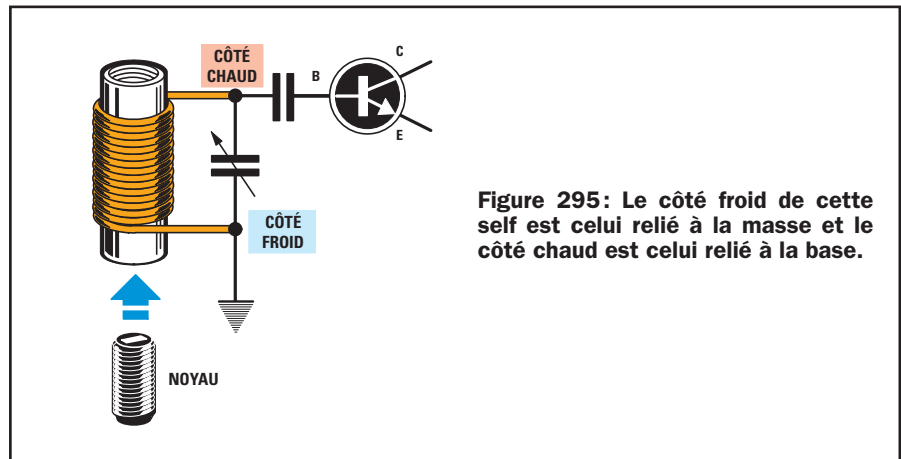
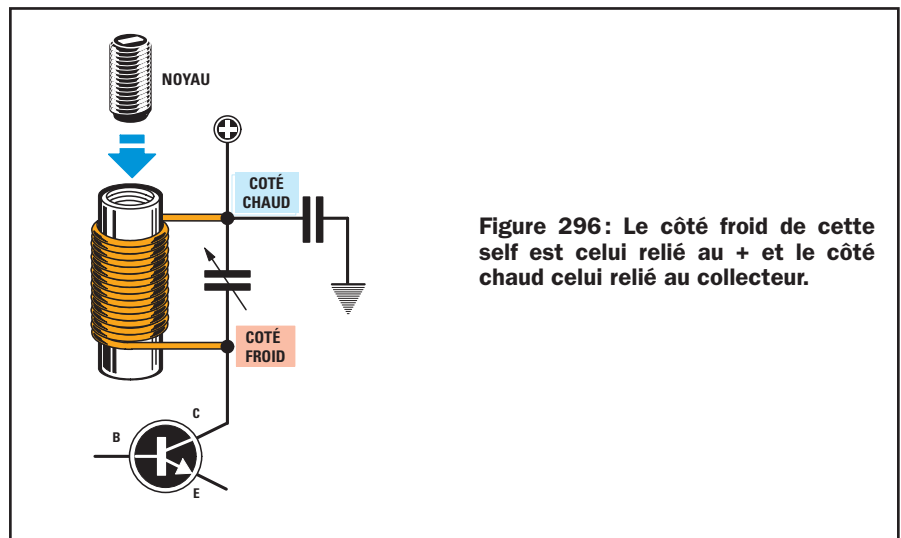

Figure 295 : Le côté froid de cette self est celui relié à la masse et le côté chaud est celui relié à la base.
Figure 296 : Le côté froid de cette self est celui relié au + et le côté chaud celui relié au collecteur.
- 4 - Si la self d'accord est pourvue d'un noyau ferromagnétique, ce dernier est à insérer du côté froid de la self. On entend par "côté froid" le côté de la self dont l'extrémité du fil est reliée à la masse (figure 295). Si la self est reliée au collecteur du transistor, le côté froid est celui dont l'extrémité du fil est reliée au positif de la tension d'alimentation (figure 296). Si l'on insérait ce noyau du côté opposé (côté chaud), l'oscillateur fonctionnerait aussi, mais le courant con-
Si vous utilisez un support (cela s'appelle un mandrin) avec noyau ferromagnétique, donc un mandrin à noyau (figures 295 et 296), n'oubliez pas qu'au plus vous vissez ce noyau à l'intérieur du mandrin au plus vous augmentez la valeur en μH (l'inductance) de la self. ♦